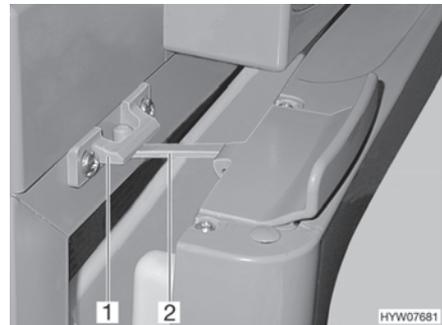

Bild 108 Kühlschranktür in Lüftungsstellung (Thetford)
- Verriegelung (Bild 108,2) aufklappen und in der Verriegelungsaufnahme (Bild 108,1) einrasten. Die Kühlschranktür bleibt damit leicht geöffnet.